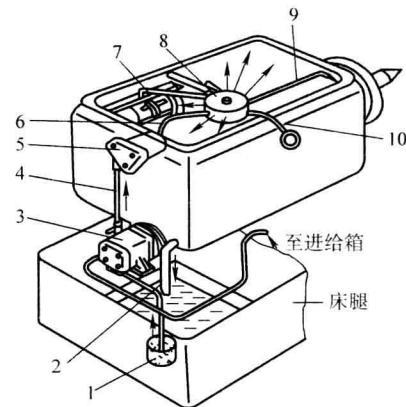

图 1-8 主轴箱油泵循环润滑
6) 油泵输油润滑常用于转速高、需要大量润滑油连续强制润滑的机构。如主轴箱内许多润滑点就是采用这种方式(图1-8)。